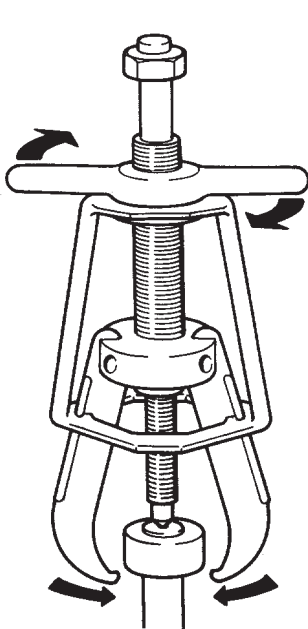

Figure 3
5. Tourner la poignée en T vers la droite pour serrer les mâchoires fermement sur la pièce. (voir la figure 3.)
4. Placer l'extracteur sur la pièce à extraire. (voir la figure 3.) Lorsque seule la bague de roulement intérieure reste sur l'arbre, nettoyer ce dernier à la toile émeri et engager les mâchoires dans la gorge à billes.